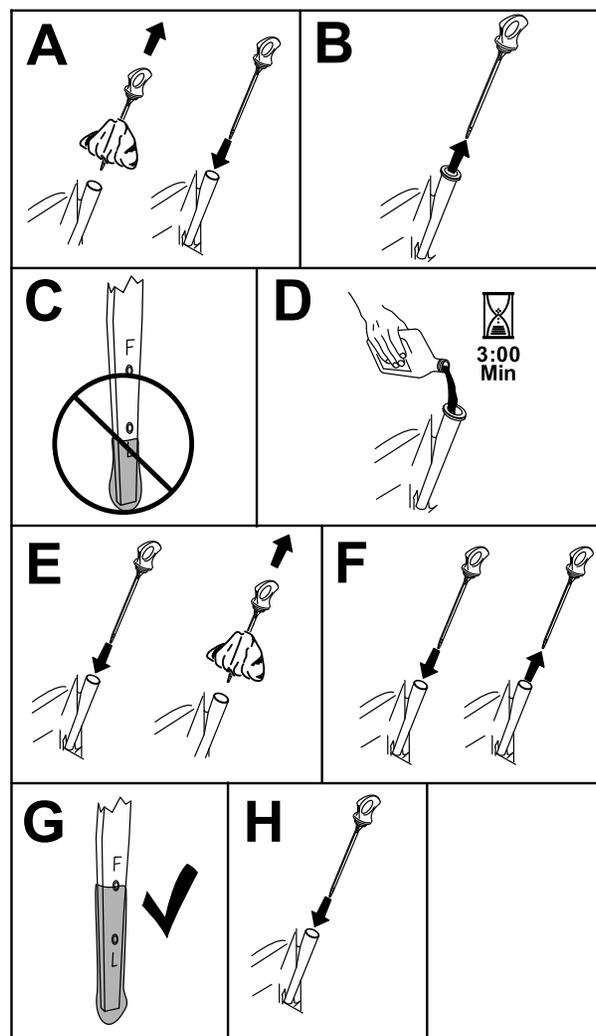

Рисунок 41
3. Чтобы не допустить попадание грязи, скошенной травы и т.п. в двигатель, очистите поверхность вокруг крышки маслозаливной горловины и масломерного щупа, прежде чем снимать их (Рисунок 41).